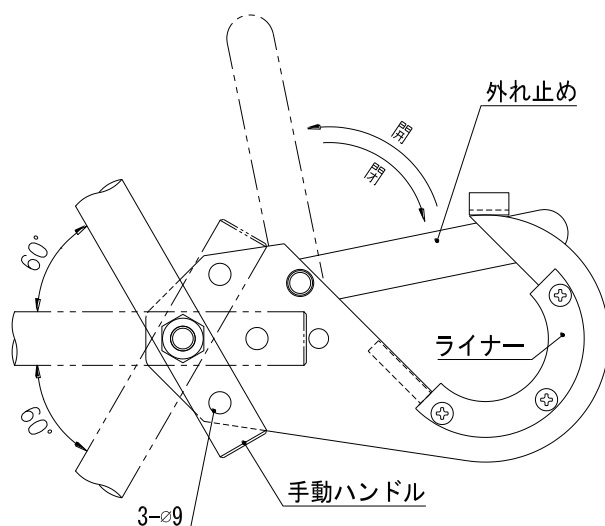

図2 上フック部
- (3) 次にサントップを持ち上げ、(1)のストッパーを上部位置に取り付けた場合は、先に上フック部ライナーを足場パイプに引っ掛け保持させながら、U字受金具部ライナーを足場パイプに押し当て取り付けます。(図2、3)
- (4) 逆にストッパーを下部位置に取り付けた場合は先にU字受金具部ライナーを足場パイプに押し当て保持させながら、上フック部ライナーを足場パイプに引っ掛けるとサントップを取付しやすいです。
- (5) その後には必ず上フック部は開いている外れ止めを元に戻して閉じ、またU字受金具部は蝶ボルトを一杯まで確実に締め込みます。(図2、3)
- (6) 最後に荷物を取り込む際手で旋回させるための手動ハンドルの取付位置を決めます。右旋回か左旋回かによって右、左共中心より角度 60° 位置にφ9 穴が明いています。どちらか選択してハンドルピンφ8を差し込んで固定してください。尚、運搬時は中心穴を利用してください。(図2)